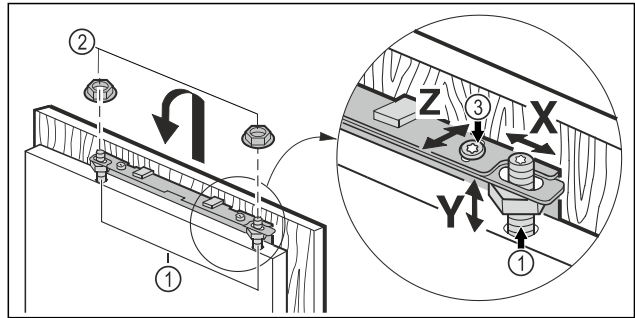

Fig. 46
- ▶ Vrata pohišva obesite na nastavitvene zatiče Fig. 46 (1) in protimatico Fig. 46 (2) rahlo privijte na nastavitvene zatiče.
- ▶ Vrata pohišva naravnajte na višino Y stranske poševnine: Nastavitvene zatiče Fig. 46 (1) nastavite z izvijačem.
- ▶ Privijte Fig. 46 (3) protimatico.